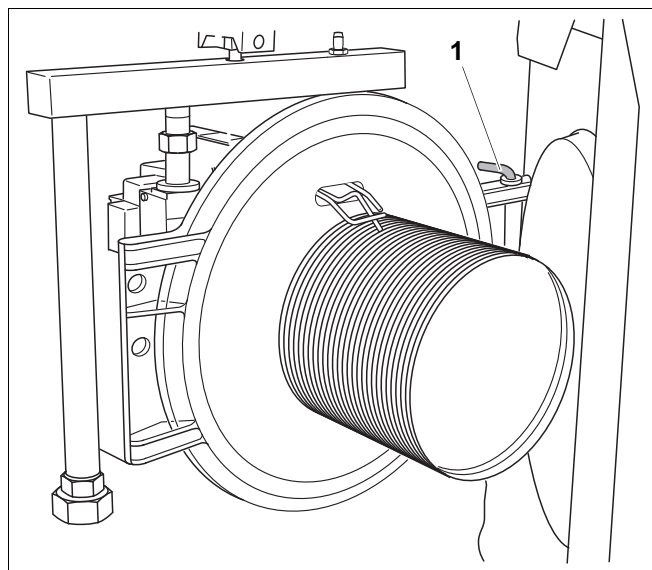

Рис. 7 Монтаж дверцы слева
- Закрепите верхний левый шарнир шарнирной осью (рис. 7, поз. 1).
- Закрепите верхний правый шарнир шарнирной осью (в соответствии с рис. 7, **поз. 1**, стр. 12).